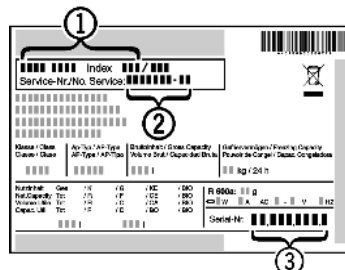

Fig. 20
- ▶ Считать обозначение устройства Fig. 20 (1), сервисный номер Fig. 20 (2) и серийный номер Fig. 20 (3) с заводской таблички. Заводская табличка находится внутри устройства слева.